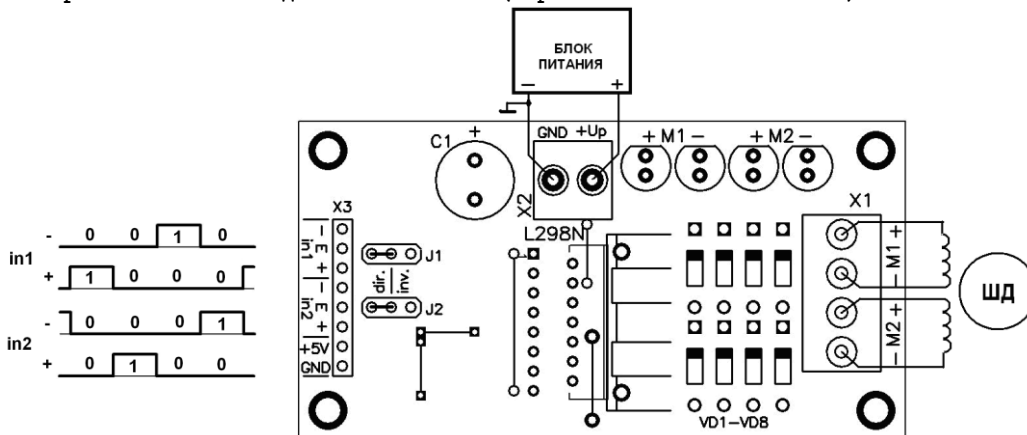

Рис. 6
4. Управление шаговым двигателем Рис.6 (переключки в положении dir.)